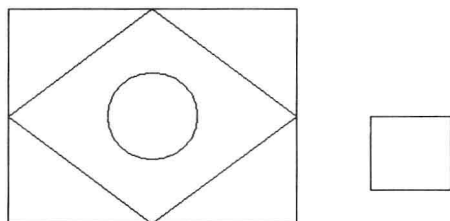

图 2-4-14
(5) 单击，即可将两条虚线之间的交点确定为圆心位置，移动光标再单击另一点，即可绘制一个圆，如图 2-4-14 所示。